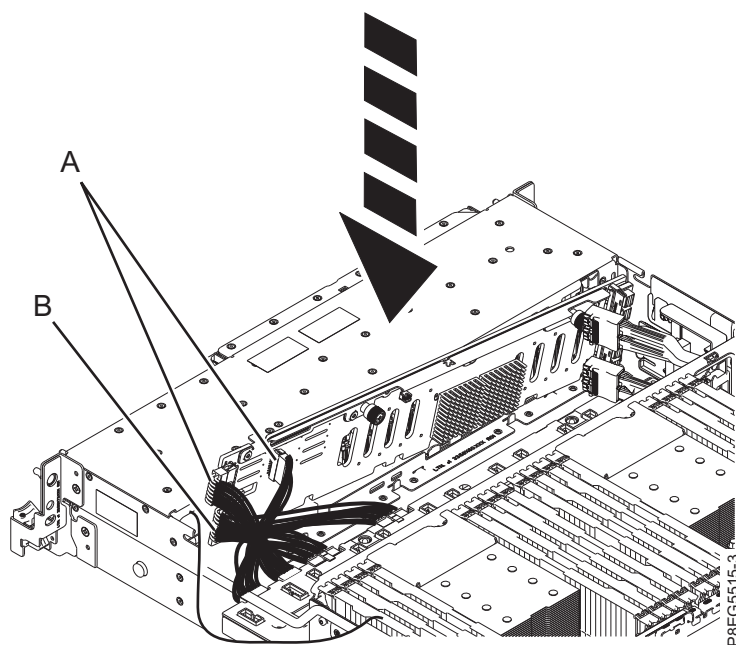

Figura 18. Reconectando os cabos de energia, sinal e painel de controle
3. Reconecte o cabo Y de energia (**B**) e os cabos de painel de controle e de sinal (**A**), ao painel traseiro da unidade de disco, mostrado em Figura 18 na página 20.